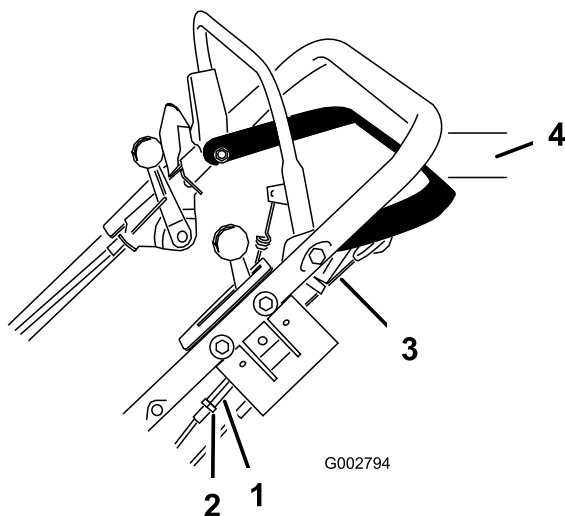

Figura 25
- Afloje la tuerca que sujeta el tensor (Figura 25).
- Gire el tensor hasta eliminar la holgura del cable expuesto (Figura 25).